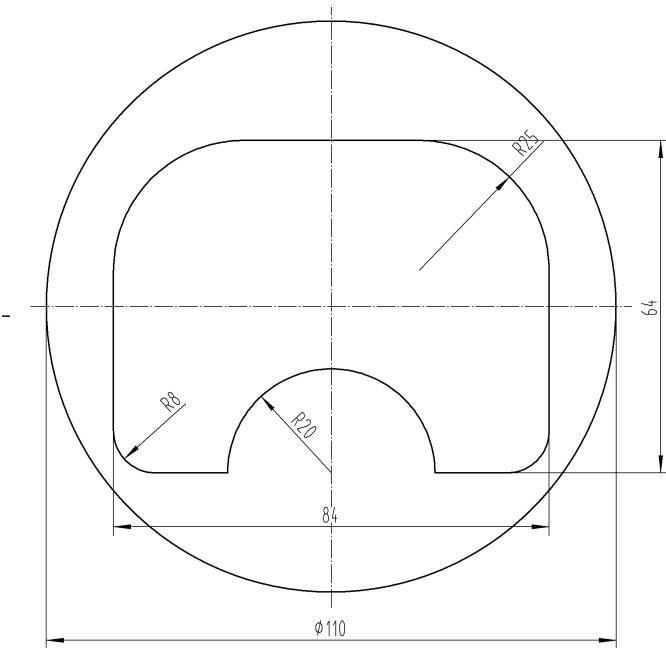

图 14: 刀补实例 2
2、在数控铣床或加工中心上加工如图14所示的零件, 试完成程序的编写。